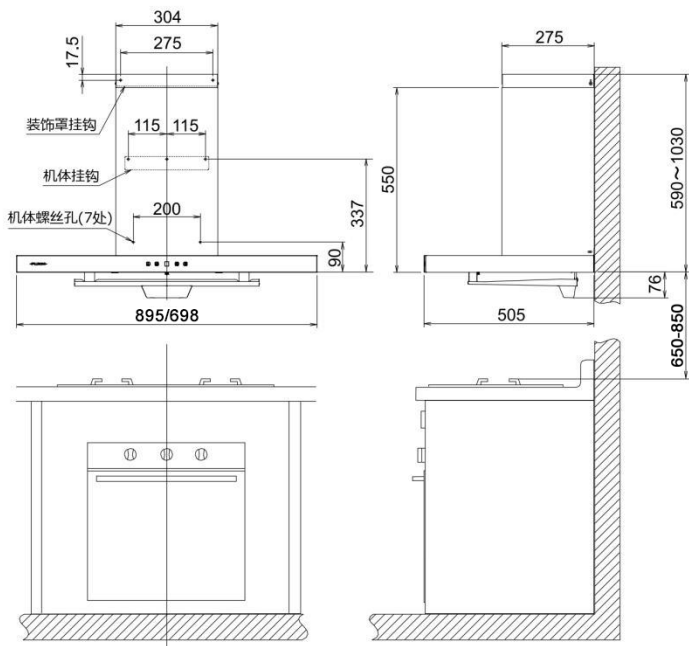

图1
2. 吸油烟机应安装在距离炉具出火位或电磁炉炉面高于65厘米或者低于85厘米高度的位置, 以获得最佳使用效果, 详见图1。